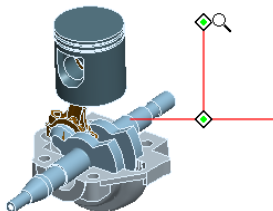

图 1-27 缩放模型
- “缩放” ：按住鼠标中键+【Ctrl】键+垂直移动鼠标，如图 1-27 所示。